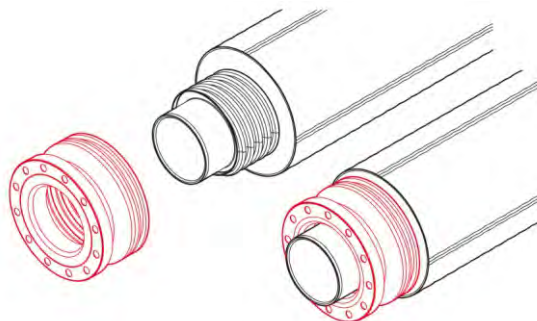

Рис. 3.8.2
2. Накрутить фланец на напорную трубу до упора (рис. 3.8.2). Фланец должен быть ориентирован таким образом, чтобы отверстия для установки крепежных болтов были направлены в сторону, противоположную от торца слоя теплоизоляции.